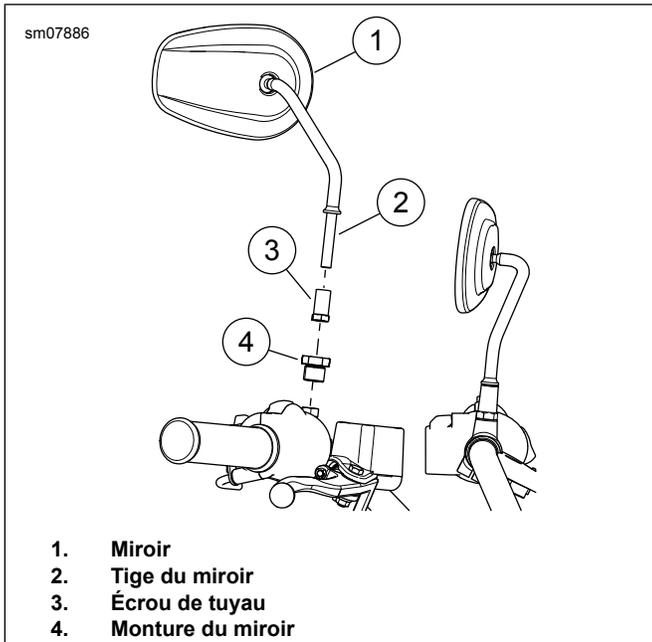

Figure 3. Miroir
1. Voir la Figure 3. Retirez le miroir.
- a. Retirez l'écrou de tuyau (3).
- b. Retirez le miroir (1).
- c. Retirez la monture du miroir (4).
- a. Installer la monture du miroir (4). Serrer.